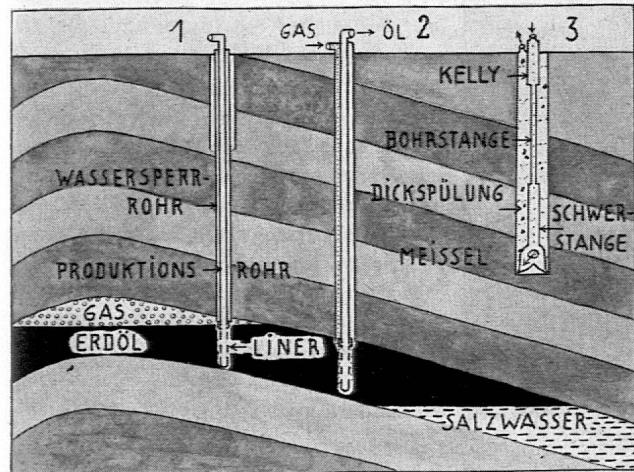

Fig. 1. Schema eines Oelfeldes.
6. Die oberste *Bohrstange* (drill stem), die eben von den Bohrmeistern eingeschraubt wird, ist hohl und ist unter der Drehbühne geöffnet dargestellt, damit man den Inhalt sehen kann, die Dickspülung. Das ganze Bohrgestänge besteht aus drei Sorten Röhren: Unmittelbar unter dem Drehtisch wird jeweils die sogenannte *Mitnehmerstange* (kelly) eingesetzt; darunter folgen eine grosse Zahl normaler Bohrstangen wie Nr. 6, und zu unterst werden einige *Schwerstangen* (drill collar) zugefügt, deren Gewicht auf dem Bohrmeissel lastet und ihm den nötigen Bohrdruck verleiht. An der untersten Schwerstange ist der Meissel angeschraubt. Die erste Bohrstangenserie in Altishofen hatte 4 $\frac{1}{2}$ Zoll Durchmesser (vgl. Fig. 1).
10. Die obersten dicken Rohre heißen *Standrohre* (conductor pipes); diese Stand- oder Leitrohre dienen zum Abschluss des Bohrlochs gegen Wasser und zur Verankerung der über dem Bohrloch eingebauten Sicherheits-Absperrvorrichtungen, die im Bild weggelassen sind (vgl. Fig. 1).
12. Die *zementierte Zone* (cementation) reicht zirka 150 m über die Oelschicht und ist grau mit schwarzen Punkten gemalt. Das Zementieren ist eine ziemlich heikle Sache. Für den modernen Bohrbetrieb hat man Spezialzementwagen hergestellt. Der Bohrmeissel hängt am untern Ende des Bohrgestänges und rotiert in einer Kühlflüssigkeit, der Dickspülung (siehe unten). Nachdem der Meissel tief in die Oellage eingedrungen ist, wird an Stelle des Meissels ein durchlöchertes Rohr (liner) eingebaut, durch dessen Öffnungen dann Erdgas und Erdöl in das Produktionsrohr einströmen können (vgl. Fig. 1).
Altishofen), der die Masse auffangen soll. Dann wird auf das Tubingrohr eine reichverzweigte Röhre aufgesetzt (*Christmastree* — Nr. 22, im Bild unten rechts), der das flüssige Gold in verschiedene Verzweigungen ableiten soll (vgl. Fig. 1). Das selbsttätige Aufsteigen des Erdöls hat ein Herausspritzen zur Folge, falls kein Preventer angesetzt ist. In früheren Zeiten ergossen sich solche Spitzer — *Gusher-spuiter* — einfach 30—50 m hoch ins Freie und gerieten oft in Brand. Später grub man vorsichtshalber grosse Erdgruben rings um den Bohrturm, um eventuelle Spritzer nicht in den Boden versickern zu sehen.